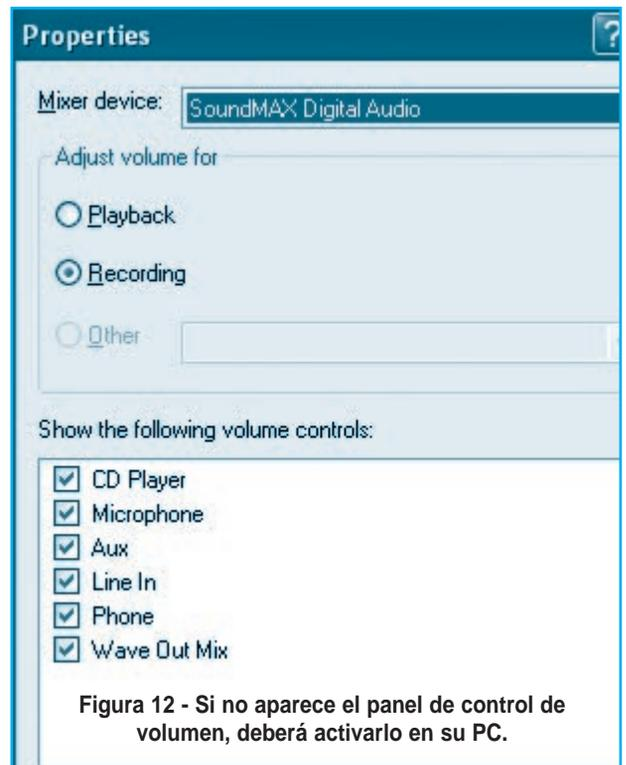

Figura 12 - Si no aparece el panel de control de volumen, deberá activarlo en su PC.
**IMPORTANTE:** A veces puede ocurrir que no se lista una entrada o una salida en la ventana. En este caso se debe activar así: Options->Properties (figura 12).